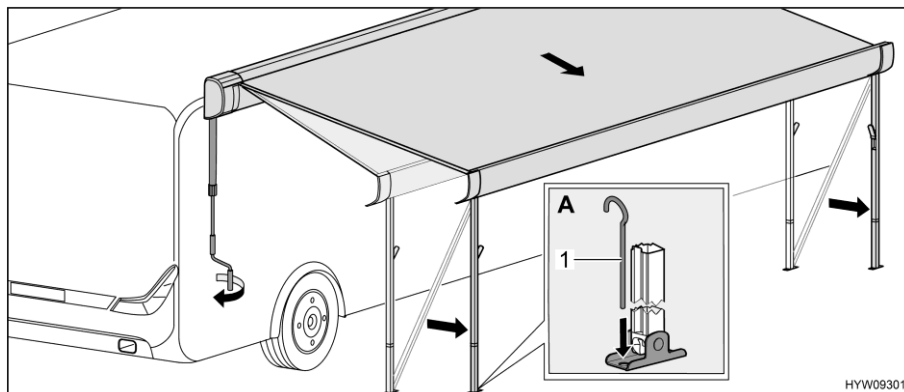

Bild 16 Placera markisen i ändläge
- Fäst stödfötterna med tältpinnar (Bild 16,1) på marken (Bild 16,A).